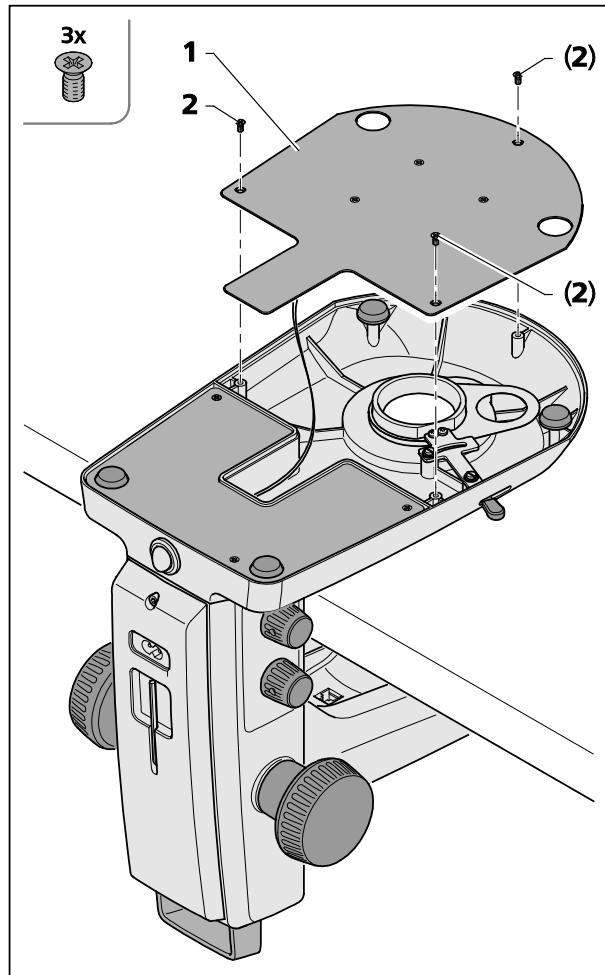

Fig. 28 Abrir a placa de cobertura do estativo K EDU
A placa de cobertura do estativo (Fig. 28/1) pode remover-se para a limpeza ou a extração de corpos estranhos caídos para dentro, por inadvertência.
- Para isto desatarraxar os três parafusos de fendas cruzadas (Fig. 28/2) e remover com cautela a placa de cobertura do estativo (Fig. 28/1), pondo-a de lado.
- Reparar em que o cabo não se separe da placa de cobertura do estativo (Fig. 28/1).